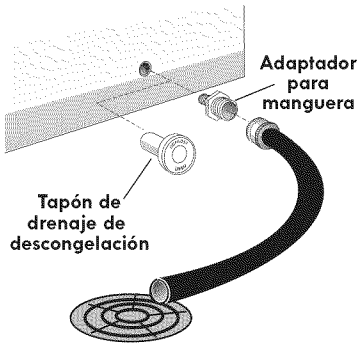

figura 3
- Coloque una olla poco profunda debajo de la salida de drenaje. Jale hacia afuera el tapón externo de drenaje (ver figura 2). Puede utilizar un adaptador de manguera de jardín de $\frac{1}{2}$ pulgada para drenar el congelador directamente a una boca de drenaje del piso (ver figura 3). Si su modelo no está equipado con un adaptador, puede comprar uno en la mayoría de las ferreterías.